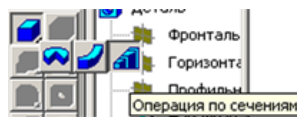

Рис.127
26. Выберите последовательно по сечениям (см. рис.127).